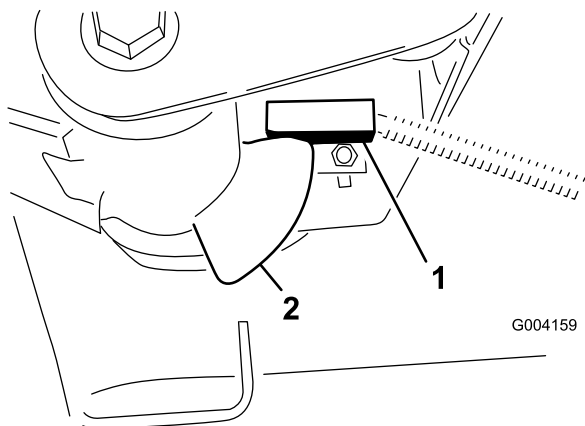

Bild 41
2. Der Hubarmschalter befindet sich unter dem Hydraulikbehälter hinter dem rechten vorderen Hubarm (Bild 41).
3. Lösen Sie die Befestigungsschrauben des Schalters (Bild 41) und schieben Sie den Schalter nach unten,